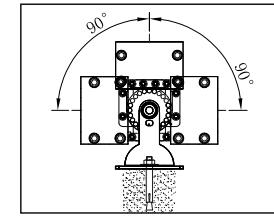

Рис. 4
- Обеспечить нацеливание прибора (рис. 4), шаг нацеливания 15°. Диапазон нацеливания 0-180°